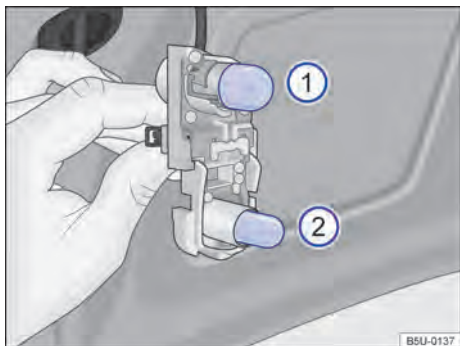

Fig. 112 No suporte das lâmpadas: localização das lâmpadas.
5. Para remover a lâmpada incandescente queimada (1) → Fig. 112, pressionar a lâmpada contra o suporte e girar, ao mesmo tempo, no sentido anti-horário.
6. Para remover a lâmpada incandescente queimada (2) → Fig. 112, puxar a lâmpada do suporte para removê-la.
8. Para inserir a lâmpada nova (1) no suporte, pressionar a lâmpada e girar, ao mesmo tempo, no sentido horário, até o batente.
9. Para inserir a lâmpada nova (2) no suporte, encaixar e empurrar a lâmpada no suporte.
A localização e a identificação das lâmpadas incandescentes → Fig. 112 estão relacionadas a seguir: